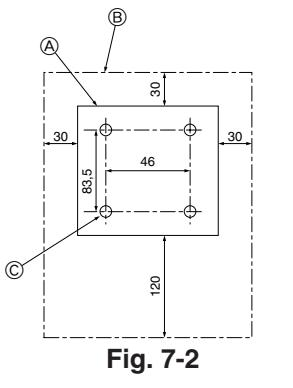

Fig. 7-2
- (1) Uzaktan kumanda için bir montaj yeri seçin. (Fig. 7-2)